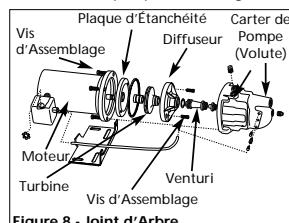

Figure 8 - Joint d'Arbre
2. Enlever les quatre vis d'assemblage du carter de la pompe (volute) (Figure 8).